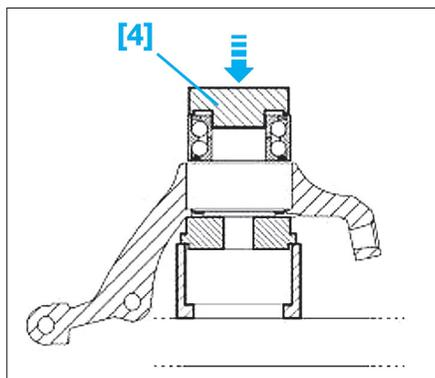

Fig. 22
- [4]. Tube de 70 mm pour la repose du roulement (Fig.22).
- Prendre appui sur la bague extérieure du roulement avec l'outil [4] (Fig.22).